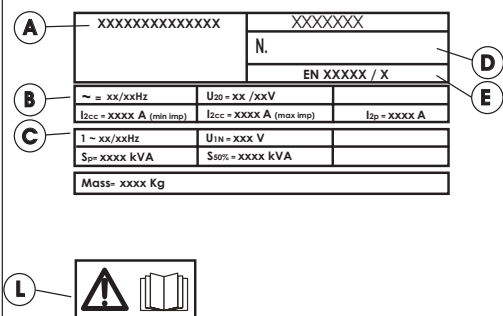

Fig.3
Системи TT. Рис.3
- Вилка живлення. Якщо зварювальний апарат не оснащений вилкою, з'єднати кабель живлення зі стандартною вилкою з (2P + T для 1Ph і 3P + T для 3Ph) відповідними характеристиками Рис.3.